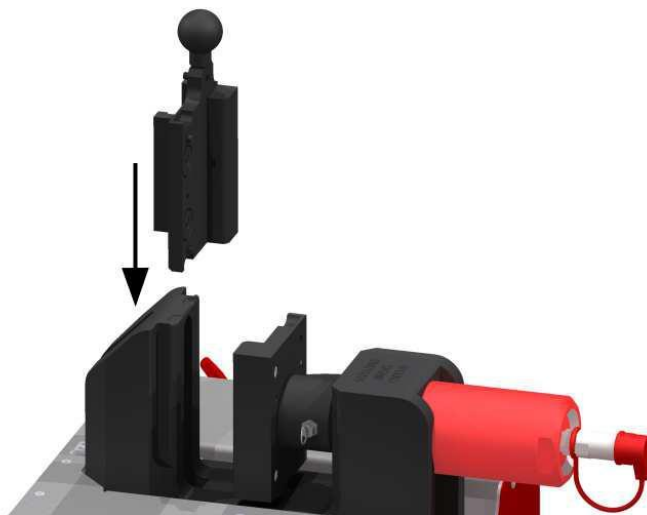

Abb. 18. Installation des Absetzeinsatzes.
6. Größe des Absatzes der Schiene wird durch Wechsel der Absatzplatten (Abb. 18 Pos. 1) bestimmt. Absatzplatten werden durch die Anziehungskraft der Magnete befestigt, sie werden auf die Führungsbolzen aufgebracht. Um Absetzen durchzuführen müssen zwei identische Platten mit der markierten Größe des Absatzes der Schiene (Abb. 18 Pos. 2) montiert werden. Verfügbare Standardplatten ermöglichen den Absatz mit der Größe: 12, 10, 8, 6, 5 mm.